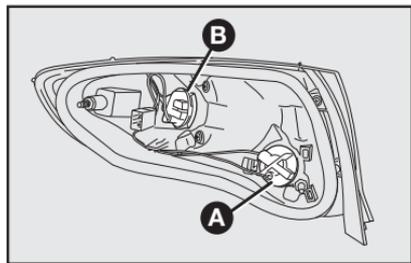

fig. 40
**A-fig. 40:** Luz de direção (seta) traseira.
**B-fig. 40:** Luz de posição traseira / luz de freio.
1) Para substituir a lâmpada da luz de direção, girar no sentido anti-horário a tampa porta-lâmpadas **A-fig. 40**, empurrar levemente a lâmpada e girá-la no sentido anti-horário. Em seguida, substituir a lâmpada e recolocar a tampa porta-lâmpada, girando-a no sentido horário.
2) Para substituir a lâmpada da luz de posição / freio, girar no sentido anti-horário a tampa porta-lâmpadas **B-fig. 40**, empurrar levemente a lâmpada e girá-la no sentido anti-horário. Em seguida, substituir a lâmpada e recolocar a tampa porta-lâmpada, girando-a no sentido horário.